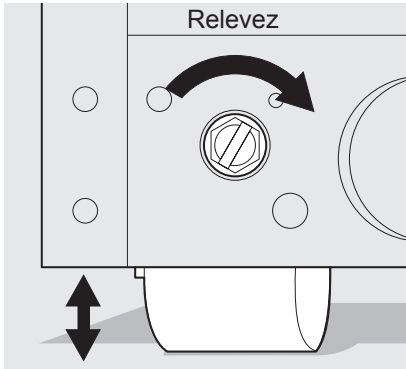

Figure 2
- 2 Utilisez un tournevis à lame plate ou une clé à douille de $\frac{3}{8}$ po pour lever ou abaisser les roulettes avant (Figure 2).